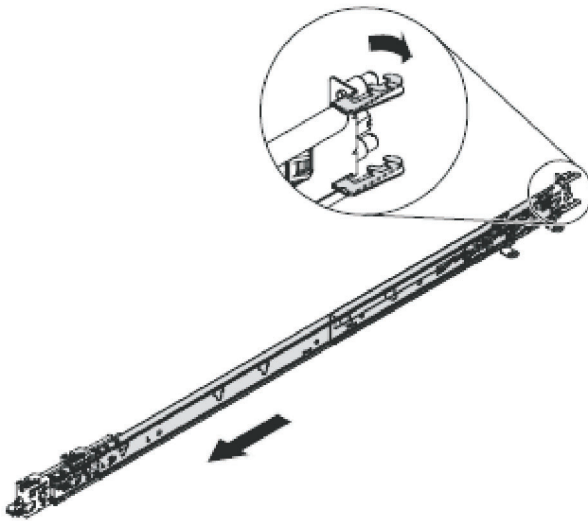

Figura 21. Abrindo os ganchos do trilho deslizante traseiro
2. Abra os ganchos do trilho deslizante traseiro, conforme mostrado na Figura 21.